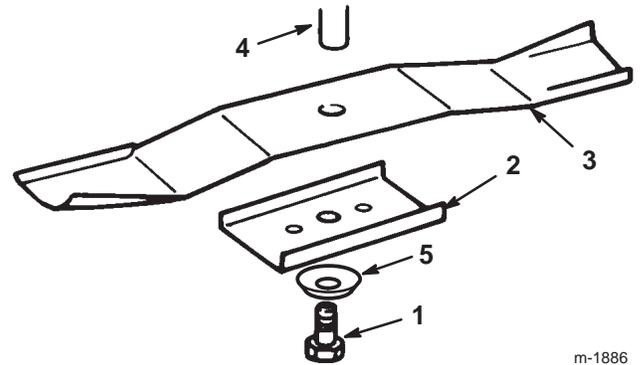

Figure 31
3. Enlevez le boulon (clé de 16 mm [5/8"]), la rondelle bombée, le porte-lame et la lame (Fig. 31). Pour enlever le boulon, bloquez éventuellement la lame en introduisant une cale en bois entre la lame et le carter de tondeuse.
- Montez la lame, le porte-lame, la rondelle bombée (face concave vers la lame) et le boulon de lame (Fig. 31).